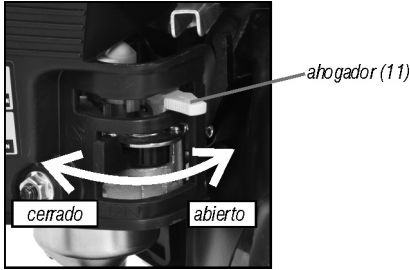

Fig. 19 – Ahogador
- Cuando el motor esté frío es necesario utilizar el ahogador, para eso ponga el mismo en la posición CLOSE (cerrado) (fig. 19);